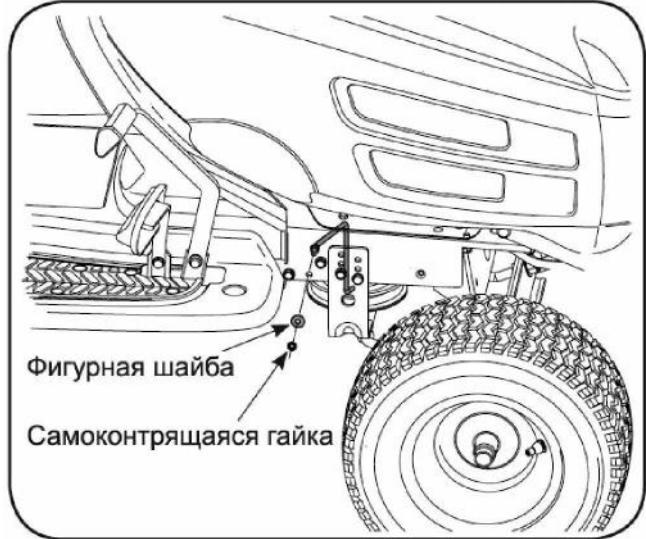

Рис. 7.
2. Обеспечьте крепление ограничителя ремня к внутренней части рамы трактора, используя шестигранную гайку, фигурную шайбу и самоконтрящуюся гайку, как показано на Рис. 7.